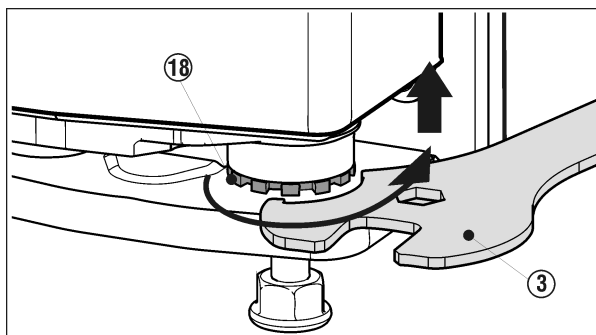

Fig. 12
- ▶ Чтобы поднять дверцу выверните вправо опорный палец *Fig. 12 (18)* с помощью прилагающегося вильчатого ключа *Fig. 12 (3)*. При поставке опорный палец полностью вкручен.